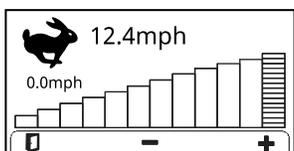

Figure 28
- **Écran de réglage de vitesse de déplacement** (Figure 28) : appuyez sur le bouton pour accéder à cet écran et réglez la vitesse maximale pendant que l'unité de coupe est à la position MARCHE (indiquée par l'icône ) ou à la position TRANSPORT (indiquée par l'icône ).